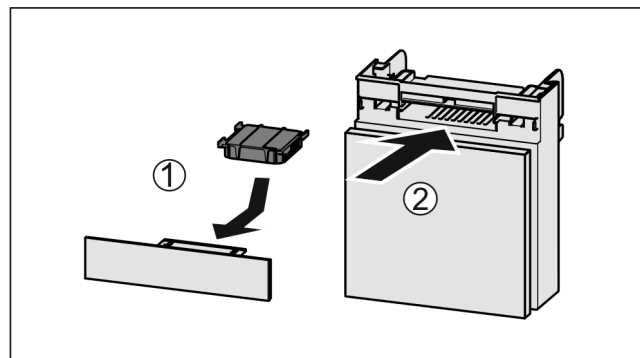

Fig. 63
- Вставити фільтр з активованого вугілля за малюнком Fig. 63 (1).
- Вставити відділення Fig. 63 (2).